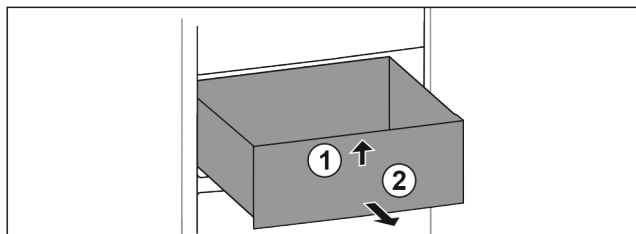

Fig. 16
- ▶ Ridicați în față *Fig. 16 (1).*
- ▶ Extrageți spre înainte *Fig. 16 (2).*